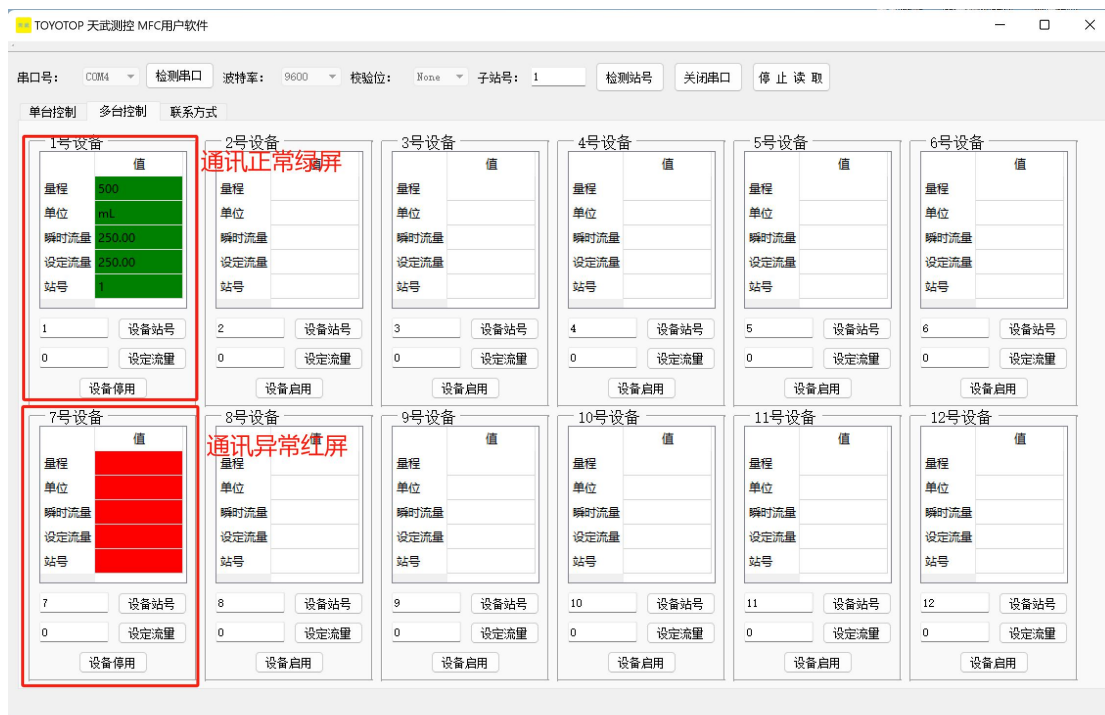

图 5（通讯正常绿屏；通讯异常红屏）
2. 连接设备：“**选择站号**” - “**设备启用**”（红色代表通讯异常；绿色代表通讯正常，如图5。通讯异常需要检查串口和站号是否正确，站号是否冲突）